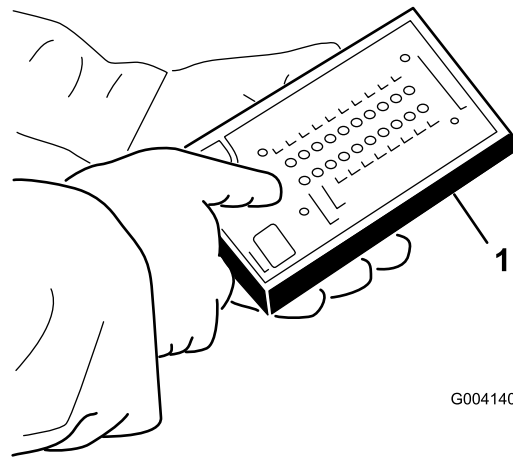

Figura 41
4. Collegate il connettore del display Diagnostic ACE al connettore diagnostico (Figura 41).